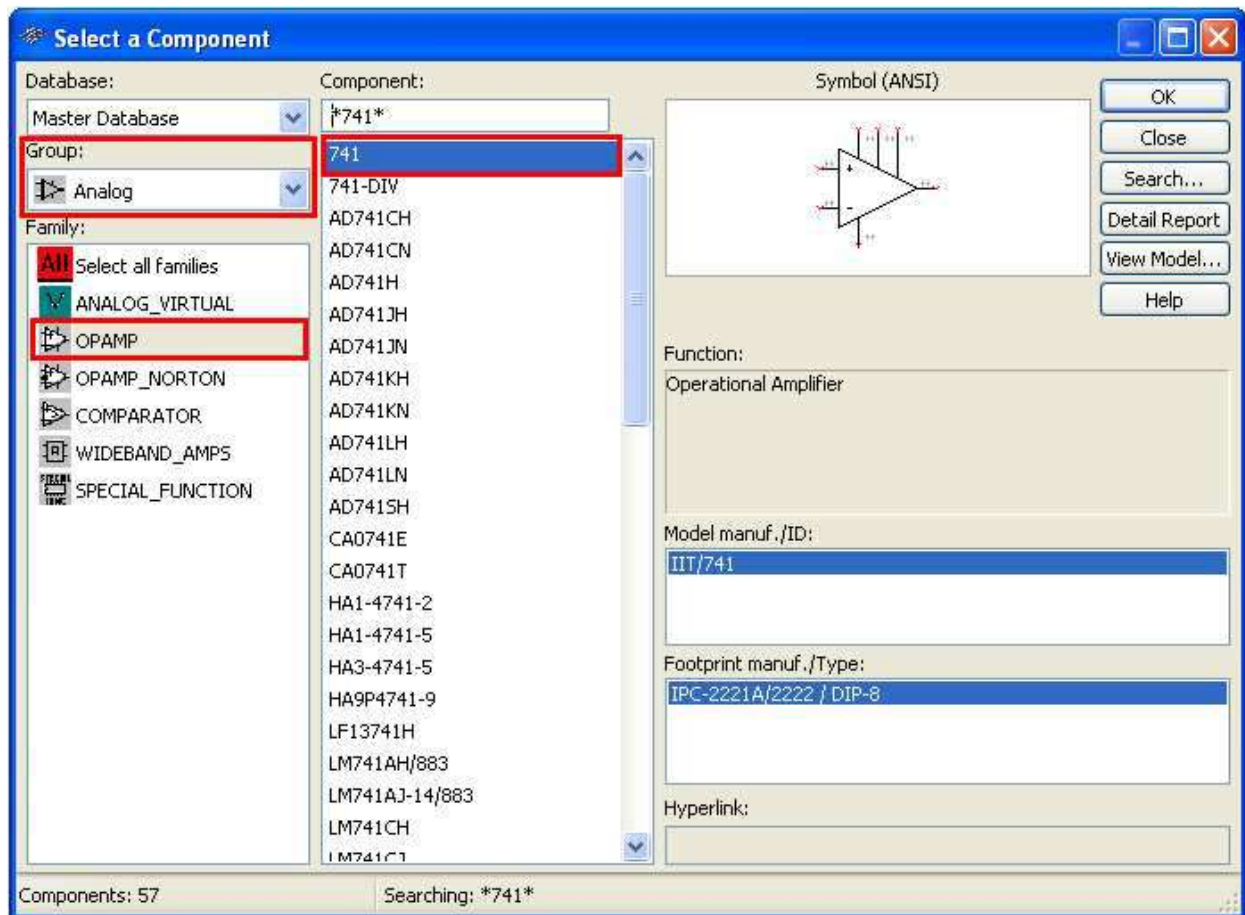

Figure E1-2. Navigateur de composants (*Component Browser*)
- d. Validez votre choix en cliquant sur **OK**. Notez que le navigateur de composants présenté en Figure E1-2 affiche maintenant l'emplacement exact du 741 (*Analog Group, OPAMP Family*).